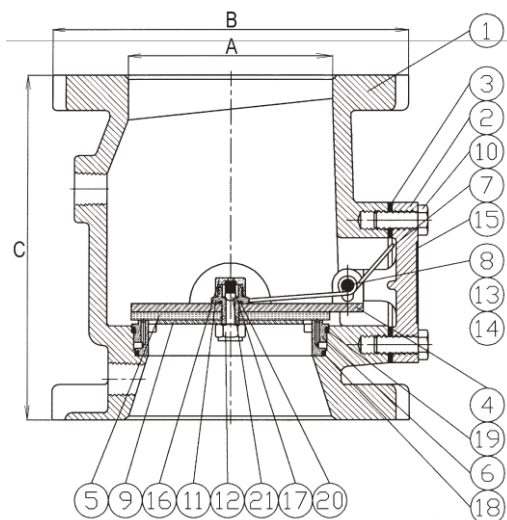

Рис. 1. Клапан сигнальный
2.2. Конструкция клапана приведена в таблице 2 и на рис.1.